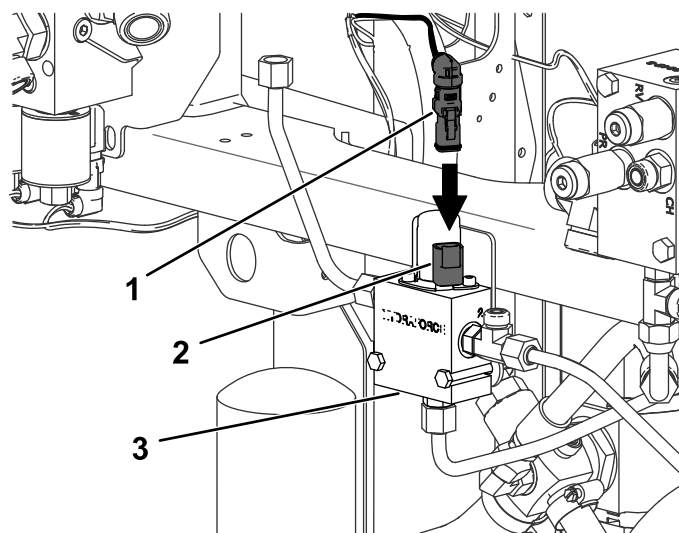

Figura 31
12. Conecte el conector acodado del arnés de cables nuevo a la bobina del distribuidor de 3 vías (Figura 31).